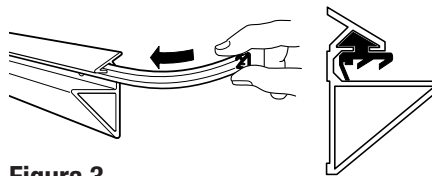

Figura 3
Paso 6: Inserte la tira de caucho para que amortigüe en el labio superior del soporte. Asegúrese de que la solapa grande esté contra la pared, como se muestra en la **Figura 3**.